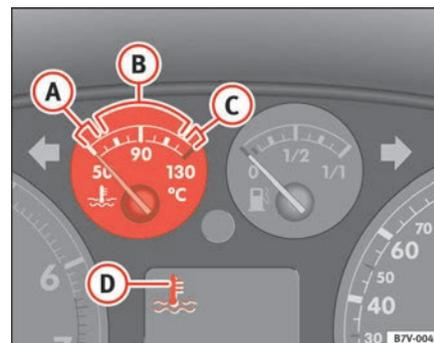

Abb. 45 Kombiinstrument: Motorkühlmitteltemperatur-Anzeige
Hohe Motordrehzahlen und starke Motorbelastung vermeiden ⇒ Abb. 45 ②.